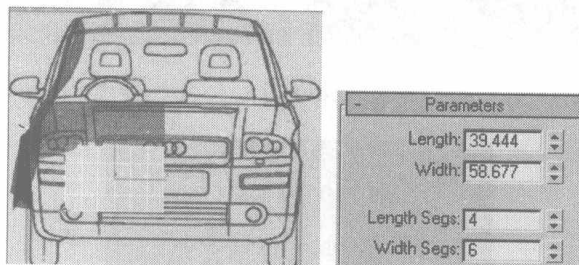

图 7.50
- 20** 单击 ，进入创建面板，单击 按钮，选择 **Standard Primitives** 类型，单击 **Plane** 按钮，在 Right 右视图中创建一个面片，在 修改面板中，设置面片的数值，如图 7.50 所示。